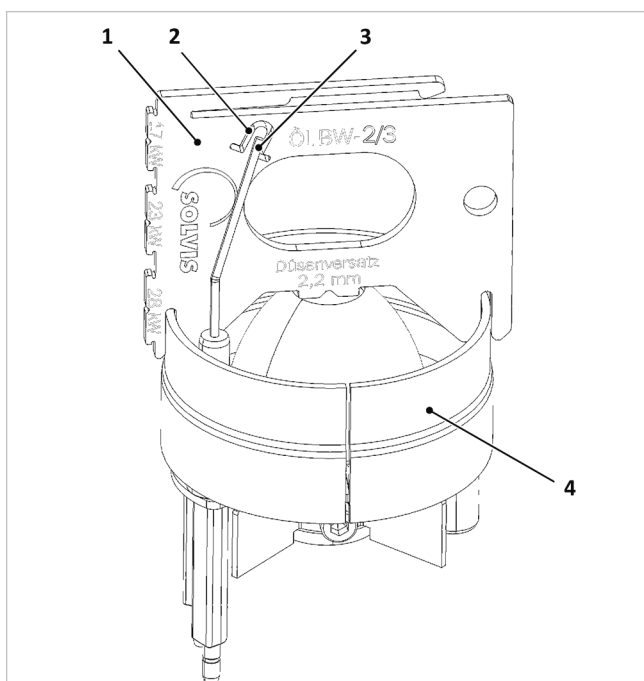

Abb. 145: Zündelectroden prüfen
1. Lage der Elektroden (3) wie in → Abb. 145 gezeigt kontrollieren und ggf. durch Biegen korrigieren.
2. Mindestlänge kontrollieren. Das untere Ende des Kontrollfensters (2) der Einstellehre gibt die Mindestlänge der Zündelectroden vor. Sind die Elektroden nur noch geringfügig länger, sollten sie getauscht werden.